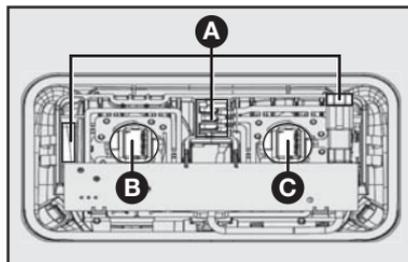

fig. 25
- Desconectar os cabos dos conectores **A-fig. 25**.
- Girar o porta-lâmpada **B** ou **C-fig. 25** no sentido anti-horário e retirar a lâmpada a ser substituída.